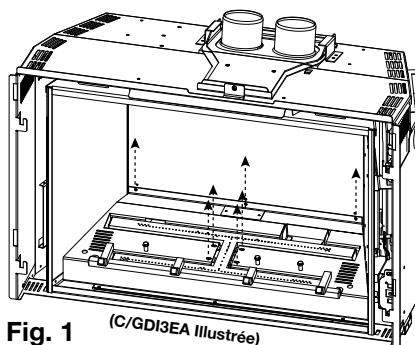

Fig. 1 (C/GDI3EA illustrée)
- ☐ 2. Retirez les 7 vis servant à fixer la couverture de bûche en place. Soulevez la couverture puis la retirez (**Fig. 1**).